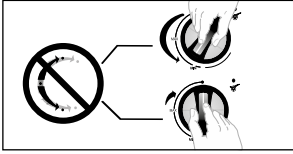

Figura 29.
- No haga fuerza a las perillas más allá del tope de ABIERTO y CERRADO (**Ver figura 29**).